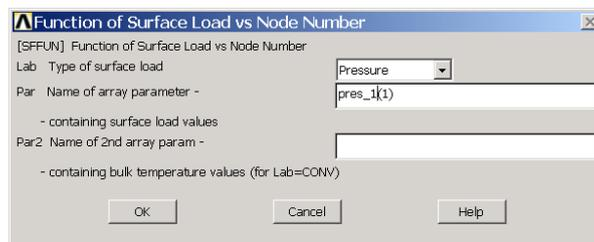

图5.43 设置函数对话框
(5) 单击 **Main Menu>Solution>Define Loads>Settings>For Surface Ld>Node Function** 菜单，弹出 **【Function of Surface Load vs Node Number】** 对话框，如图 5.43 所示。